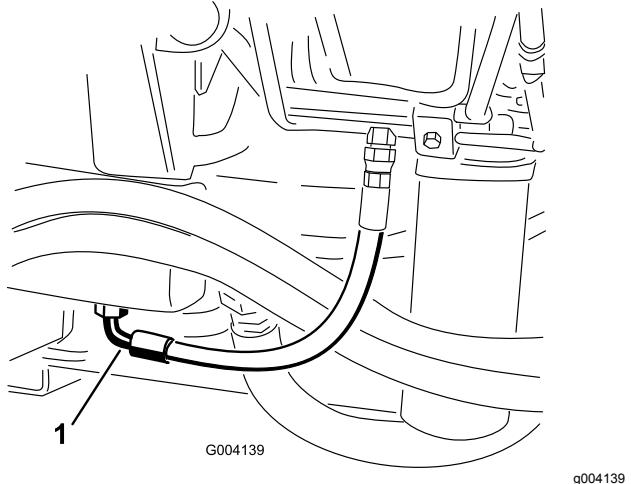

Figure 86
2. Placez un grand bac de vidange sous le raccord monté au bas du réservoir de liquide hydraulique (Figure 86).